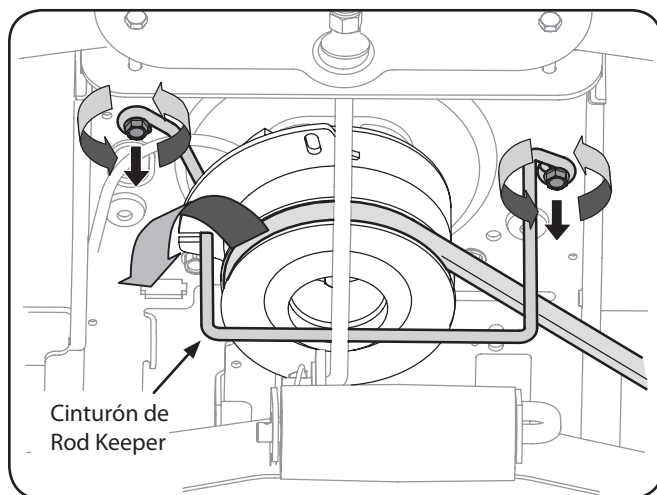

Figura 7-1
3. Extraiga la correa de la plataforma de alrededor del embrague de la potencia de arranque eléctrica del tractor. See Figura 7-1.
4. Retire el protector de la correa y la correa de la siguiente manera Consulte la Figura 7-1: